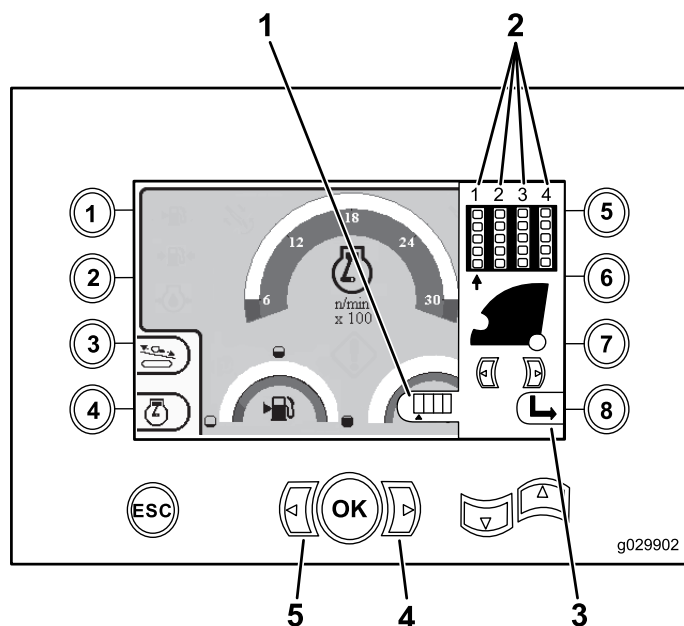

Рисунок 7
1. Нажмите стрелку «вправо» или «влево», чтобы выбрать номер ряда, к которому нужно получить доступ (Рисунок 7).
2. После размещения стрелки под номером ряда, к которому вы хотите получить доступ, нажмите кнопку 8 (Рисунок 7), чтобы закрыть боковое окно.